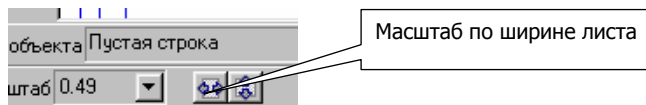

Рис. 24
9. Для того чтобы просмотреть информацию об объектах спецификации, выполните команду **Сервис – Объекты спецификации – Редактировать объекты**. На экране появится окно, содержащее бланк спецификации с созданными в нем объектами. Это не спецификация, а режим сборочного чертежа. Такое окно называется **подчиненным режимом спецификации**. Можно одновременно просматривать и окно подчиненного режима, и окно со сборочным чертежом. Для этого выполните команду **Окно - Мозаика – Все окна**. Сделайте текущим окно подчиненного режима и щелкните на кнопке **Масштаб по ширине листа** в строке параметров, рис. 24.